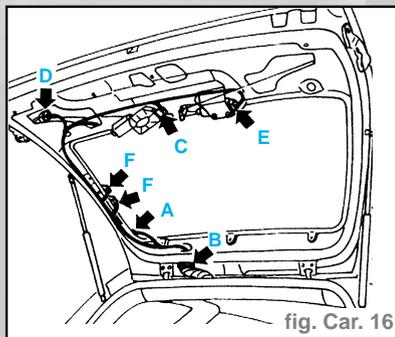

fig. Car. 16
- Débrancher la connexion (A) du tube lave-glace de lunette AR (fig. Car. 16).